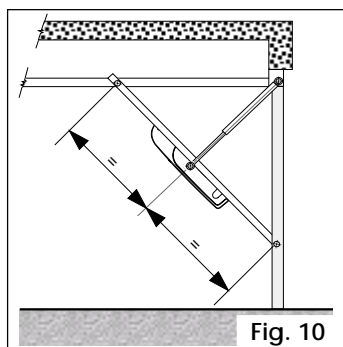

Fig. 10
• **portes basculantes avec rails horizontaux (Fig. 10)**